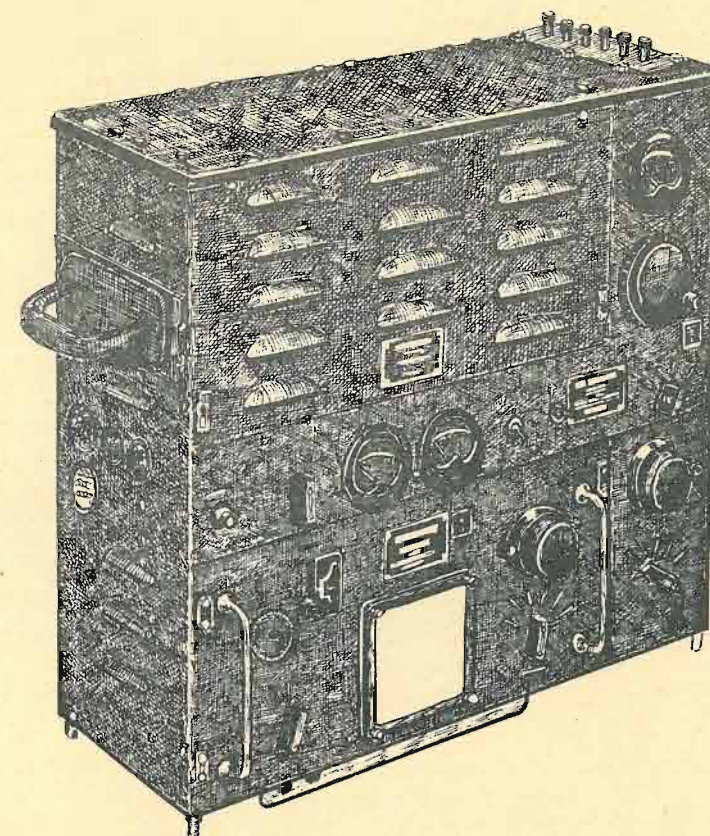

Fig. 7 — Il trasmettitore BC-191(-).
b. TRASMETTITORE BC-191-() (fig. 7). Per la descrizione completa del Trasmettitore BC-191-() si consulti la pubblicazione TM 11-800.